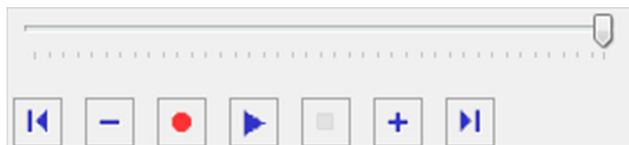

Рис. 35. Окно Анимация
- В окне **Анимация** (рис. 35) щелкните по кнопке  — воспроизвести анимацию.